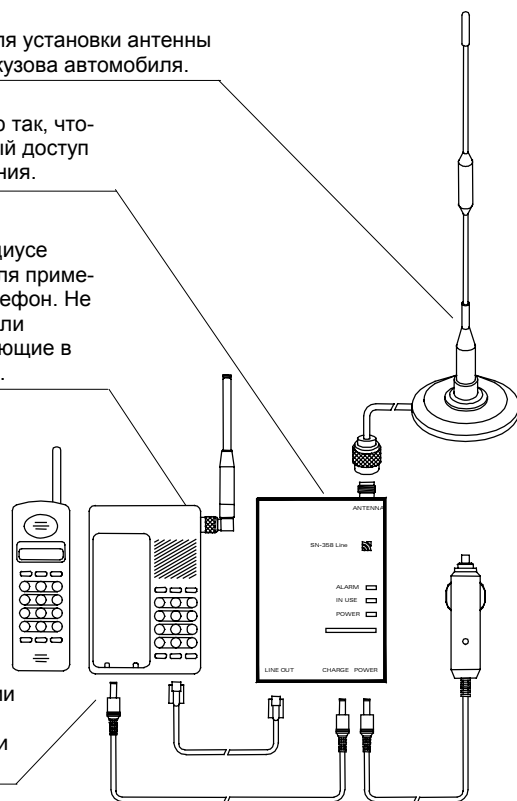

Рис. 7
**ВНИМАНИЕ!** Все изделия SN-358 Line выпускаются в «незапрограммированном» состоянии, т.е. они не зарегистрированы на какой-либо конкретной базовой станции. Перед установкой выполните операцию **Регистрация абонентской станции SN-358 Line на базовой станции SENAО SN-358**, а затем приступайте к монтажу станции (рис. 7).